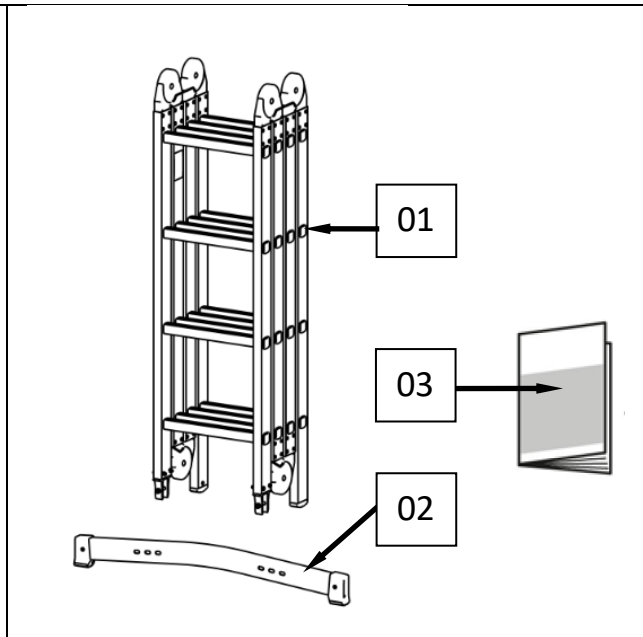

Abbildung 4: Lieferumfang Sechsgelenkleiter / Kofferraum-Leiter Typ 981-6
- 1 x Sechsgelenkleiter Typ 981-6 → Abbildung 4, Pos 01
- 1 x Traverse → Abbildung 4, Pos 02
- 1 x Bedienungs- und Nutzungsanleitung → Abbildung 4, Pos 03